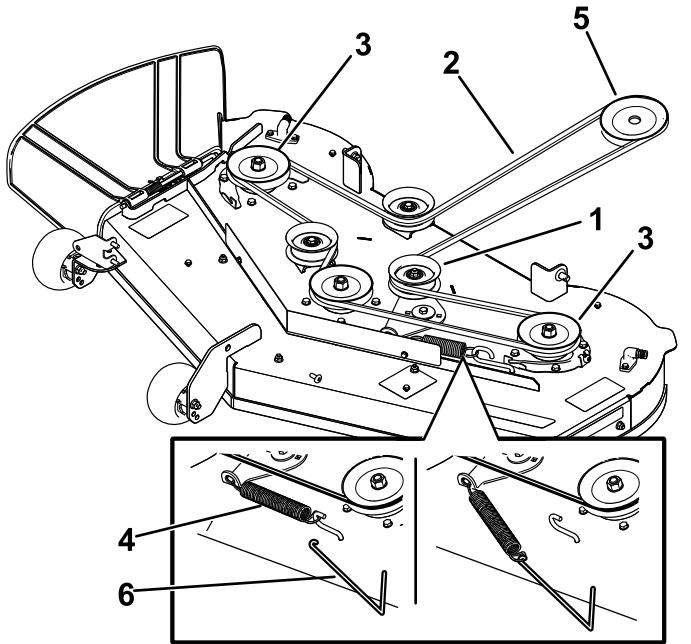

Figure 51
- À l'aide d'un outil de dépose de ressort (réf. Toro 92-5771), décrochez le ressort du crochet sur le tablier pour détendre la poulie de tension et déchaussez la courroie des poulies (Figure 51).
- Acheminez la courroie neuve autour de la poulie du moteur et des poulies du tablier de coupe (Figure 51).
- À l'aide d'un outil de dépose de ressort (réf. Toro 92-5771), accrochez le ressort au crochet situé sur le tablier, afin d'exercer une tension sur la poulie de tension et la courroie du tablier de coupe (Figure 51).